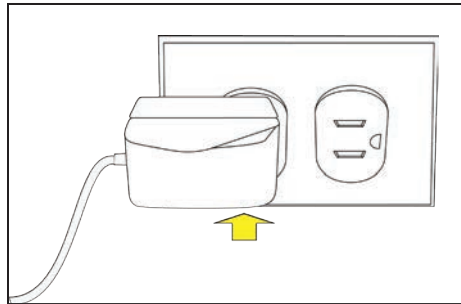

Figura 15. Inserção do adaptador CA em uma tomada.
PASSO 4. Conecte o adaptador CA a uma tomada. Ver Figura 15.